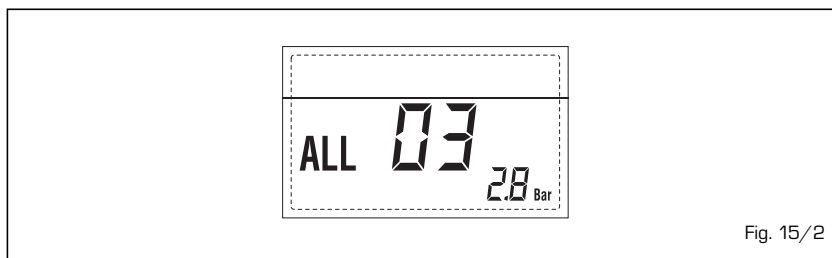

Fig. 15/2
– **ANOMALÍA SONTA IDA CALEFACCIÓN “ALL 05” (fig. 15/4)**